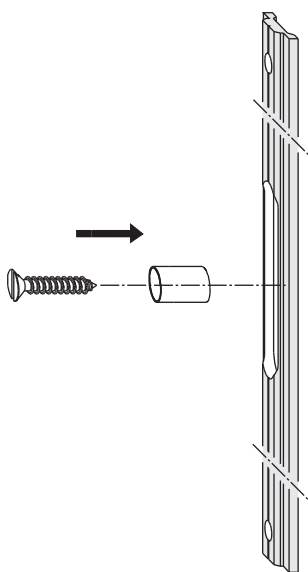

Figura 2
Pestillo LM Atornillar el bulón (3) con el tornillo (2) (figura 2).